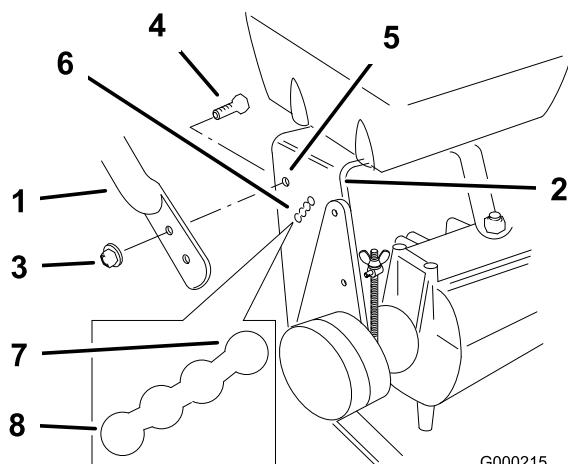

Figure 17
2. Desserrez les boulons à embase supérieurs ((3/8 x 1 inch)) et l'écrou à embase de fixation du guidon au bâti arrière (Figure 17).
3. Retirez les boulons à embase supérieurs ((3/8 x 1 inch)) et les écrous à embase de fixation du guidon au bâti arrière (Figure 17).